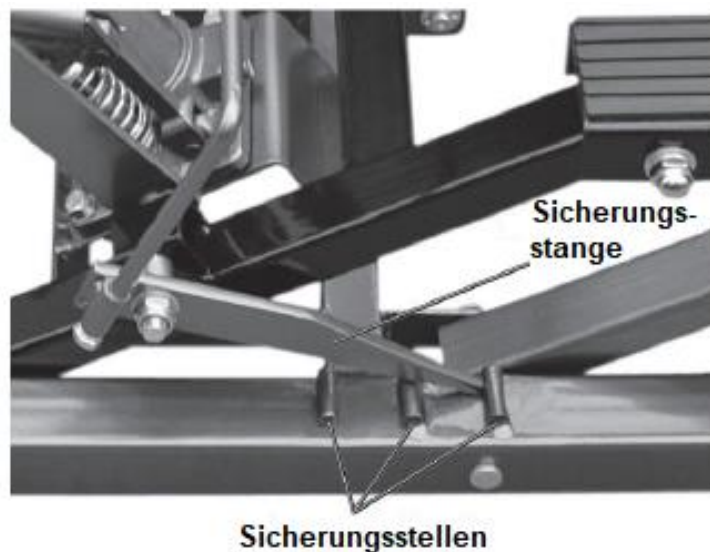

Abb. 1
- Heben Sie die Sicherungsstange an und verbinden Sie diese an der dafür vorgesehenen Klemme (siehe Abb. 1).